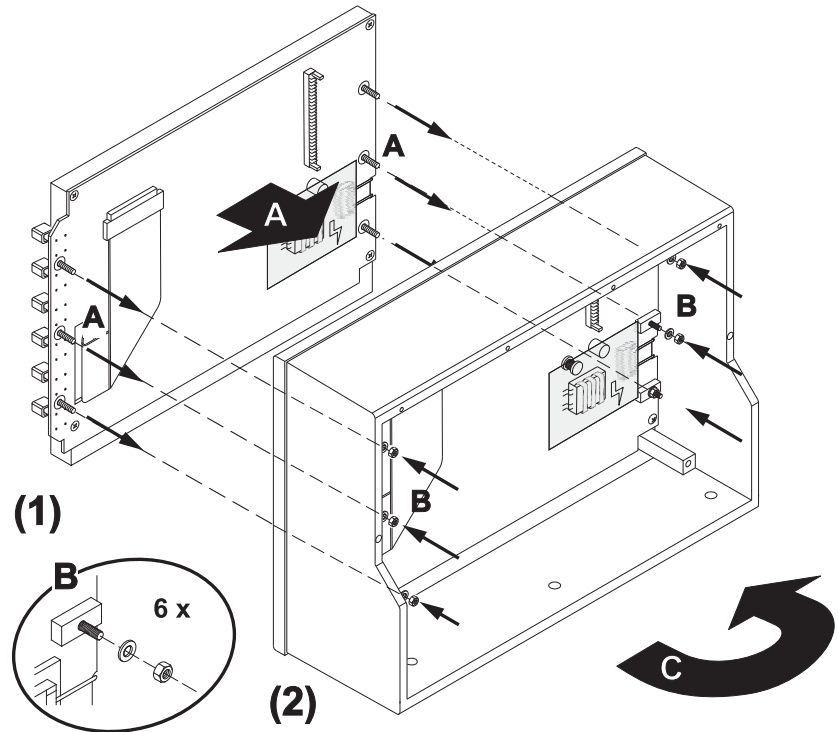

Bild D 7-7: Einsetzen und Befestigen der neuen Display-Einheit
6. Platzieren Sie die neue Display-Einheit mit Display, Platine, Tastern und Inverter (Ersatzteil-Nr. 129691) sorgfältig von vorne auf die Stege im Gehäuse (A). Stecken Sie die Gewindebolzen der Display-Einheit genau in die Löcher der Stege. Achten Sie dabei auf den genauen Sitz der Display-Platine. Fixieren Sie die Display-Einheit mit den sechs Unterlegscheiben und den sechs Muttern (B). Drehen Sie das Gehäuse horizontal in die entgegengesetzte Richtung (C). (Bild D 7-7)